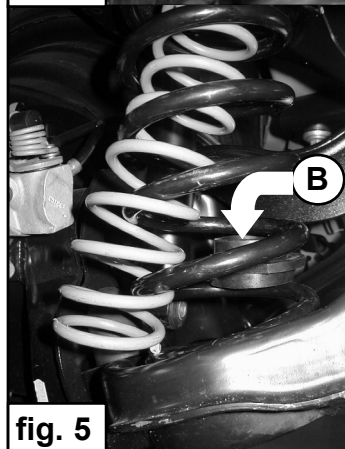

fig. 5
7. Tirez le ressort auxiliaire par le bas à travers les spires du ressort principal (cf. fig. 5) et placez la coupelle inférieure (15.12-01) **B** avec le plus grand diamètre vers le bas dans l'orifice de la coupelle originale. Placez le ressort auxiliaire au-dessus de la coupelle inférieure **B**.
7. Dra hjälpfjädern nedtill igenom lindningarna på huvudfjädern (Se fig. 5) och montera det nedre fjädersätet (15.12-01) **B** med den stora diametern nedåt in i hålet på bilens original fjädersäte. Placera sedan hjälpfjädern på fjädersäte **B**.